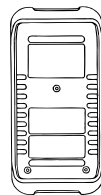

Рис. 6.4
3. Защищать лицевую панель прибора на время длительного хранения и транспортировки (рис. 6.4).